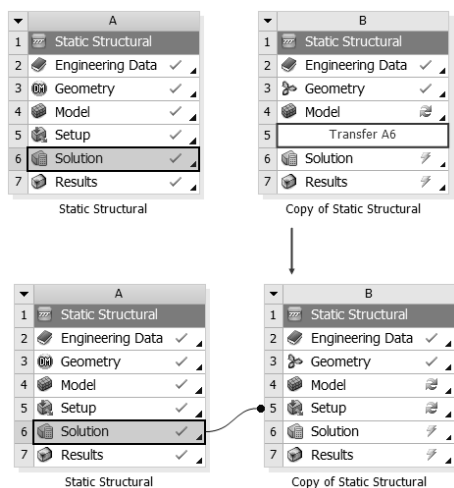

图 5-192 数据传递
Step4：单击项目 A 中的 A6 不放直接拖到项目 B 中的 B5，如图 5-192 所示。